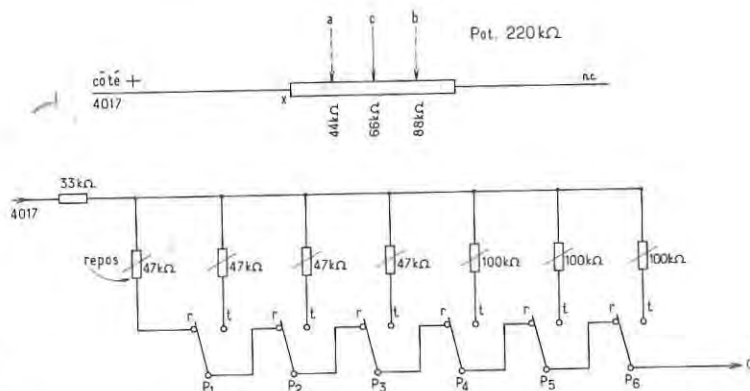

Fig. 11.10. - Modification d'un codeur à « résistances variables ».
b) Le potentiomètre de l'émetteur est monté en rhéostat (2 fils). C'est le cas des codeurs type C.MOS, les potentiomètres ayant des valeurs élevées, de l'ordre de 220 kΩ (voir la **figure 11.10**).
L'affaire est un peu plus délicate car la linéarité en temps des commandes est un peu moins bonne. Finalement la meilleure solution consiste à mettre une résistance ajustable par canal et une pour le repos général. La **figure 11.10** donne les valeurs à prévoir pour des potentiomètres de 220 kΩ, calés à 66 kΩ au neutre. C'est le cas du TF6 en codeur C.MOS.